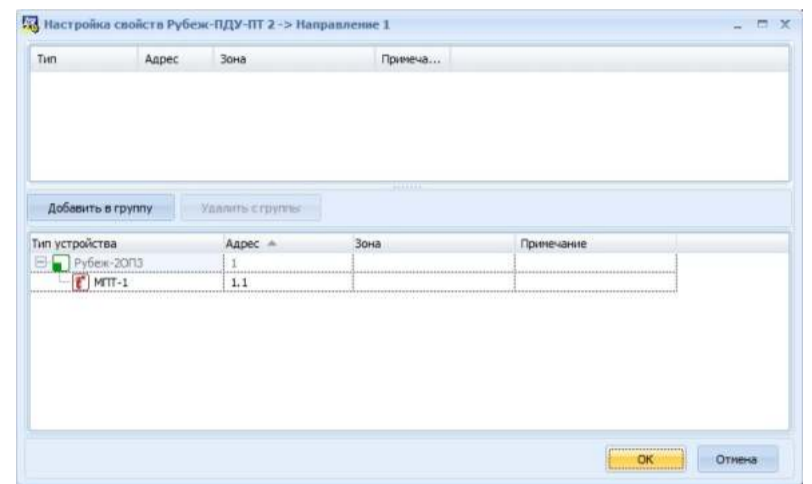

Рисунок 5
- 4.4 Затем раскрыть список направлений, правым кликом вызвать выпадающее меню для требуемого направления и выбрать пункт «Свойства» (см. рисунок 5). В открывшемся окне в нижнем поле будет список доступных ИУ, в верхнем – список ИУ, приписанных к направлению.